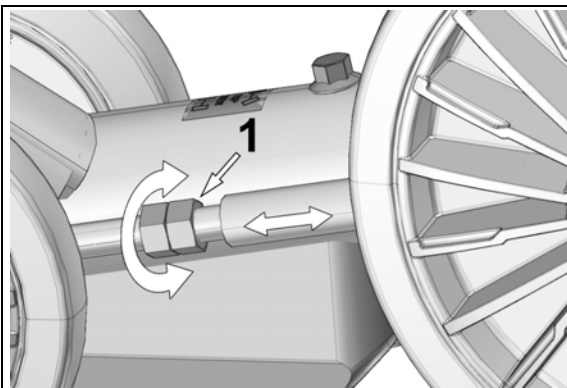

Abbildung 26
Gegenmutter lösen und Einstellmutter (1) zur Einstellung der Kettenspannung drehen. Siehe Abbildung 26.